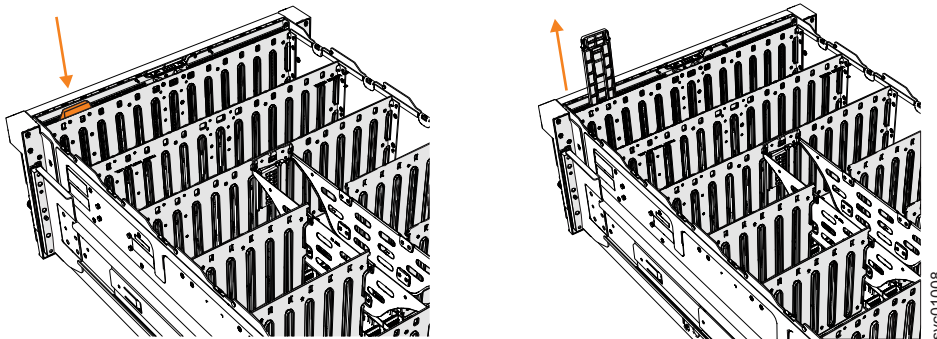

Figure 128. Retrait du panneau d'affichage
3. Appuyez sur la patte de déverrouillage située dans la partie supérieure du panneau d'affichage, comme illustré dans la figure 128.